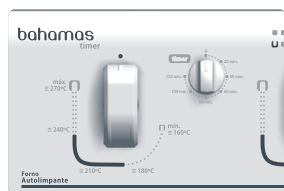

Fig. 16
- › Você irá encontrar o Timer no sentido horário na posição inicial (Fig. 16).